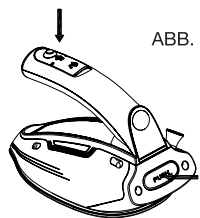

ABB. 6
- Wenn das Bügeleisen vollständig abgekühlt ist, drücken Sie die Entriegelungstaste (2), um den Griff einzuklappen (siehe Abbildung 6). Bewahren Sie das Bügeleisen an einem sauberen und trockenen Ort in seiner Aufbewahrungshülle auf.